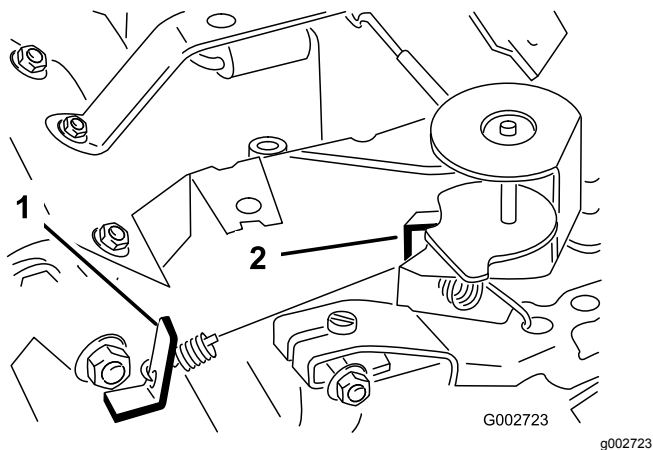

図 41
3. 調速アイドルスプリングアンカーの耳 (図 41) を曲げて、エンジン速度を 1,675-1,175 rpm に調整する。
6. 高速アイドルスプリングアンカーの耳(図 41)を曲げて、エンジン速度を 3,350-3,450 rpm に調整する。